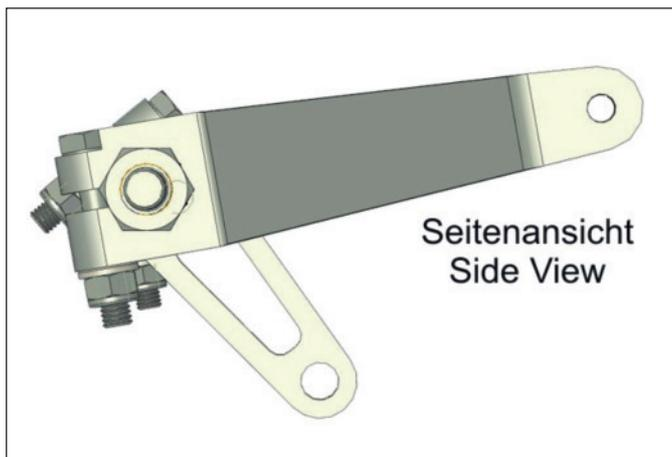

Fig. 9
- Then position the crossbar levers on the left and right so that they are at an angle of approx. 60° to the throttle cable holder and point outwards, see Fig. 9.
- Anschließend setzen Sie die Crossbar-Hebel links und rechts so auf, dass Sie mit einem Winkelabstand von ca. 60° zum Gaszughalter stehen und nach außen zeigen, siehe Fig.9.